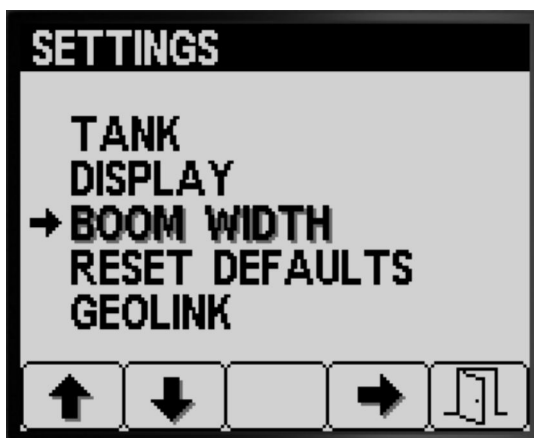

図 32
3. ボタン 5 を押すと設定を保存してミュート画面を終了し、設定画面に戻る  図 32。
1. 表示画面からボタン 2 を何度か押してBOOM WIDTHを選択する  図 32。